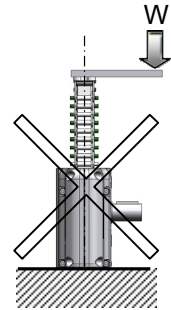

Fig. 4
18. Installare una guida lineare che assicuri un movimento guidato. I carichi allo ZCA devono essere applicati nella direzione di scorrimento della Zip Chain. Una direzione o posizione inappropriata può causare danni alla Zip Chain derivante da carichi di flessione o laterali. (Fig. 4) Fornire una guida lineare in modo che i carichi laterali o i momenti flettenti non vadano ad agire direttamente sulla Zip Chain.